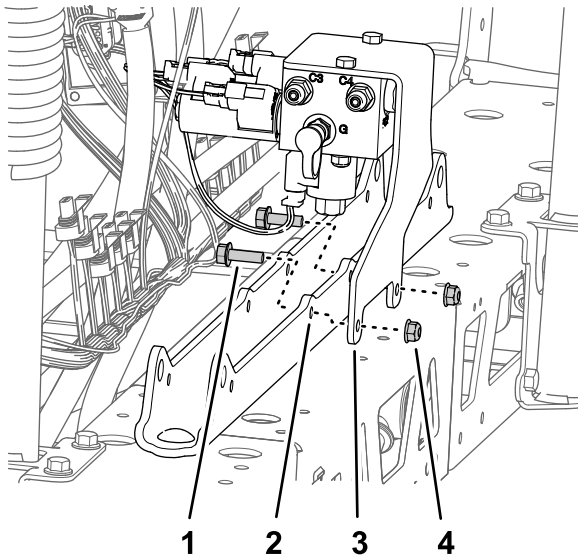

Figure 95
- A. Alignez les trous de la patte de support du collecteur de levage de section et les trous du support de vérin (Figure 95).
- B. Fixez la patte de support sur le support de vérin (Figure 95) à l'aide des 2 boulons à embase (5/16" x 1") et des contre-écrous à embase (5/16") que vous avez retirés à l'opération 1 de Dépose du collecteur de levage de